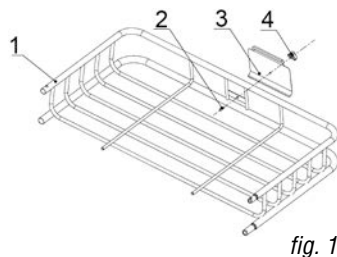

fig. 1
1. Placez la plate-forme arrière (n° 1) à plat sur le plancher. Placez la plaque d'appui (n° 3) avec la bride sous le cadre. Alignez les trous de boulon dans la plaque et le cadre. Insérez un boulon M6*25 (n° 2) dans le cadre et la plaque. Fixez le tout et serrez au moyen d'un bouton (n° 4) (fig. 1).